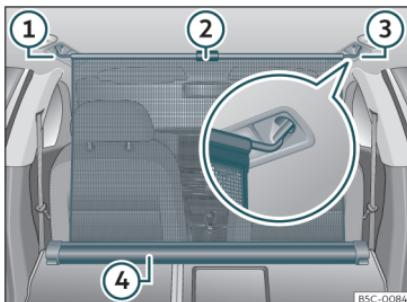

Fig. 134 En el maletero: red de separación enganchada con los respaldos del asiento trasero abatidos.
- Tire hacia arriba de la lengüeta **» fig. 134 ②** para sacar la red de la carcasa **» fig. 134 ④**.
- Enganche la red de separación en el lado derecho o izquierdo **» fig. 134 ③** (imagen ampliada).
- Enganche la red de separación en el alojamiento del otro lado **» fig. 134 ①** estirando la barra.
La red de separación está correctamente montada cuando los extremos en forma de T están enganchados firmemente en los alojamientos correspondientes **» fig. 134 ③ y ①**.
- Enrolle la red en la carcasa »» **fig. 134 (4)** bajándola con la mano.